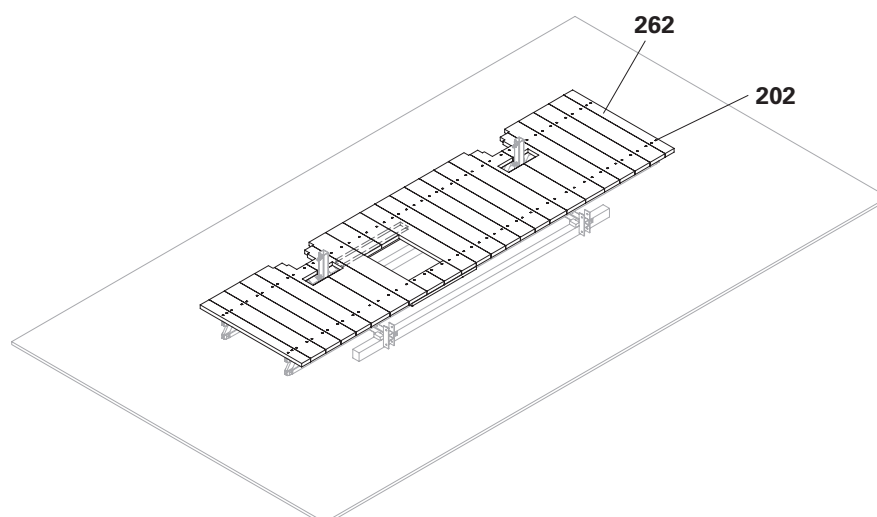

Fig. B5.07
6. Posizionare l'impalcato (**262**) sulla trave per cassaforma GT 24 (**21**), allinearlo e avvitarlo saldamente con 2 viti Torx 6 x 80 (**202**) per trave per cassaforma. (Fig. B5.07).